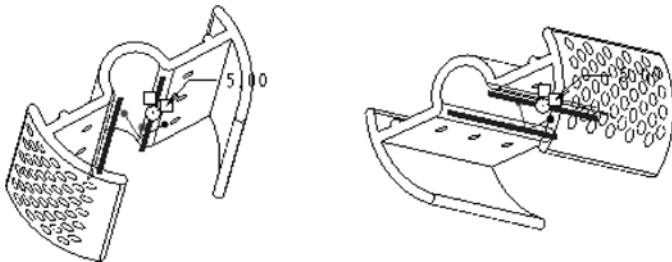

图 5-94 选择要倒圆角的边参照
① 在功能区的“模型”选项卡的“工程”面板中单击“倒圆角”按钮，打开“倒圆角”选项卡。
② 在“倒圆角”选项卡中设置当前倒圆角集的半径为“5”。
③ 按〈Ctrl〉键选择要倒圆角的两条边参照，如图 5-94 所示。所选的两条边参照被添加进同一个倒圆角集中。